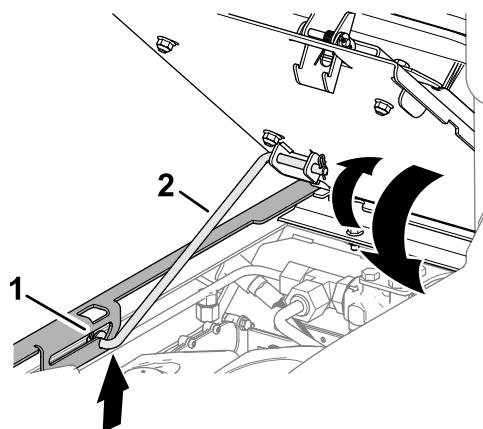

図 109
1. 座席を少し倒して、支え棒を固定穴から外す 図 109。